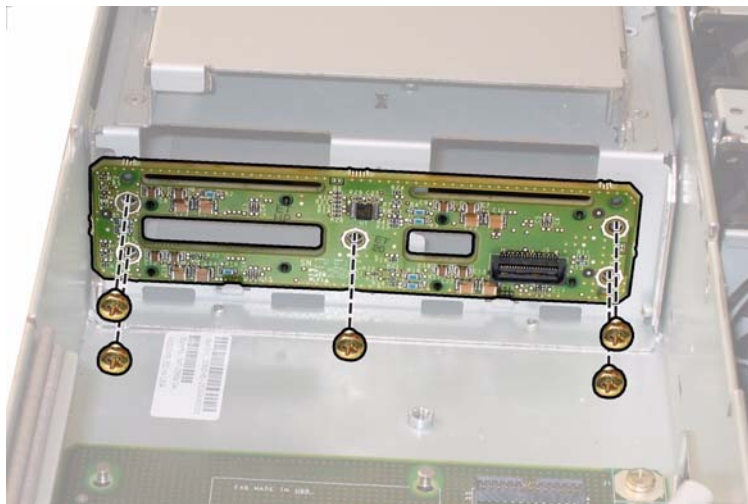

图 4-38 拆卸 HDD 背板
12. 旋下将 HDD 背板固定到驱动器托架背面的五颗螺丝。请参见图 4-38。